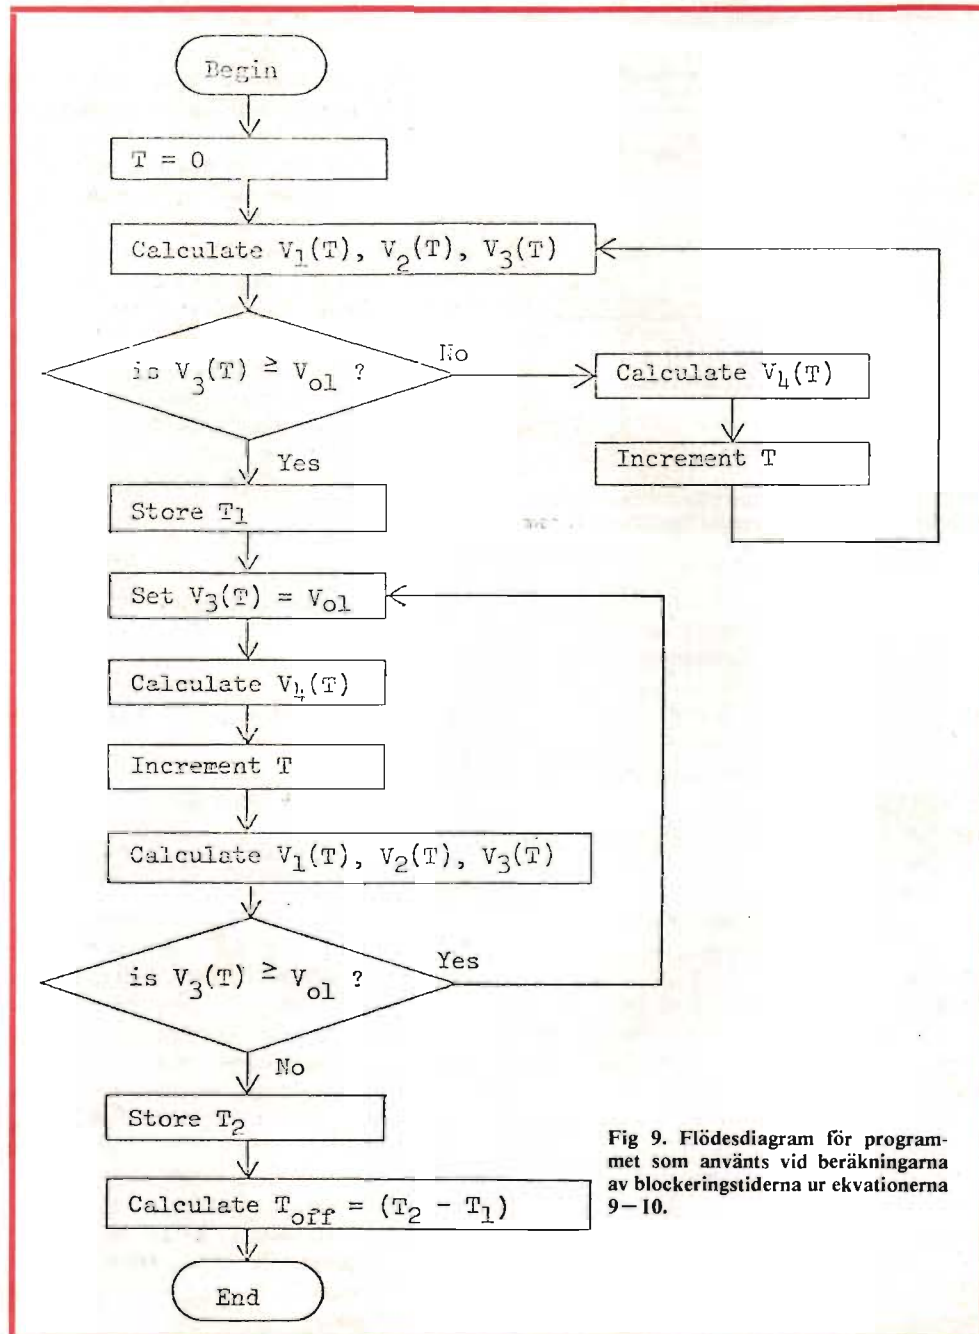
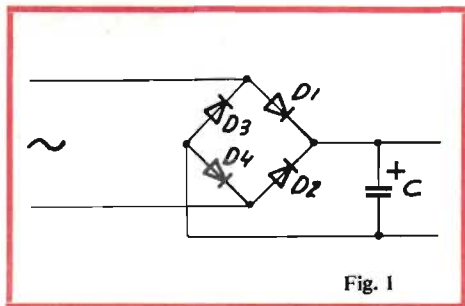
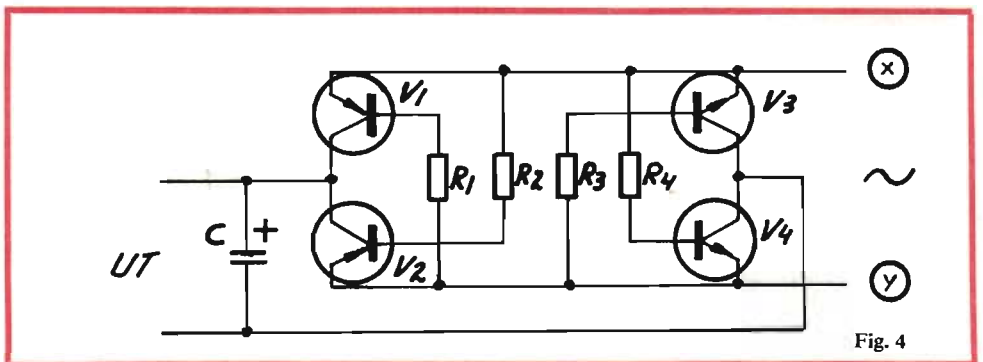

Fig 9. Flödesdiagram för programmet som använts vid beräkningarna av blockeringsiderna ur ekvationerna 9–10.
Fig. 1
Fig. 4
Beräkningarna av blockeringstiden T_{off} kan utföras med ett numeriskt, stegvis integrerande program som baseras på flödesschemat i fig 9. Spänningarna (fig 1) styrs av följande ekvationer:
■ Spänningsfallen över dioderna kan vara till stor nackdel vid likriktning. Framspänningsfallen över dioderna ligger mellan 0,5 och 0,75 V, beroende på diodtyp och uttagen ström. Vid en halvålsbrygga enligt *fig 1* får man ett spänningsfall på 1–1,5 V, vilket kan vara förödande vid låga spänningsnivåer: Verkningsgraden sjunker och vid batteridrift av en enhet kan detta orsaka kortare drifttid och därigenom försämrade driftsekonomi.
Fig 1 visar den konventionella Graetz-bryggan som ger halvålslikriktning, en koppling som ger en spänningsförlust på ca 1,5 V. Genom att göra ett mittuttag på
de fall man inte har tillgång till ett mittuttag på sekundärlindningen, t ex vid en tvåtrådslinje, kan ändå principen med bottenade transistorer användas. *Fig 4* visar en Graetz-brygga bestyckad med transistorer.
Kretsen i *fig 4* fungerar på liknande sätt. Vid den halvperiod där terminalen X är positiv och Y är negativ kommer basström att flyta genom R1 och R4 till resp V1 och V4, vilka båda bottenas och leder
Kretsen i *fig 4* kan också användas som polningskydd: Den inkopplas mellan den apparat som ska anslutas till en matningsspänning vars polaritet är obekant. Apparaten ansluts till polerna till vänster märkt UT, medan polerna X och Y ansluts till matningslinjen. Oberoende av polaritet vid X och Y fås alltid rätt polaritet vid UT. Således arbetar kretsen på samma sätt som den i *fig 1*. Skillnaden är bara att spänningsfallet över kretsen i *fig 4* blir så mycket lägre. Detta gör kretsen högst användbar när matningsspänningen är mycket låg, 2–6 V. ■